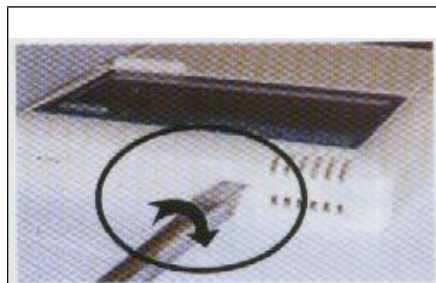

Figure 1
- Démonter la partie arrière de la visualisation au moyen d'un tournevis selon l'illustration de la figure 1.